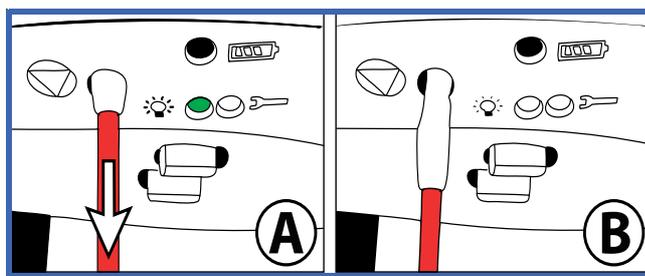

Fig. 9
- 1) Para parar o elevador no caso de qualquer emergência, puxe suavemente o cordão vermelho de emergência, até ouvir um "clique" (consulte a Fig. 9 - A). Irá reparar que o encaixe de plástico do interruptor para reinício, mesmo no início do cordão vermelho, desceu (consulte a Fig. 9 - B). A luz de alimentação verde também se desligou. Também pode reparar que o paciente começa a descer lentamente quando a paragem de emergência é ativada. Isto é normal.